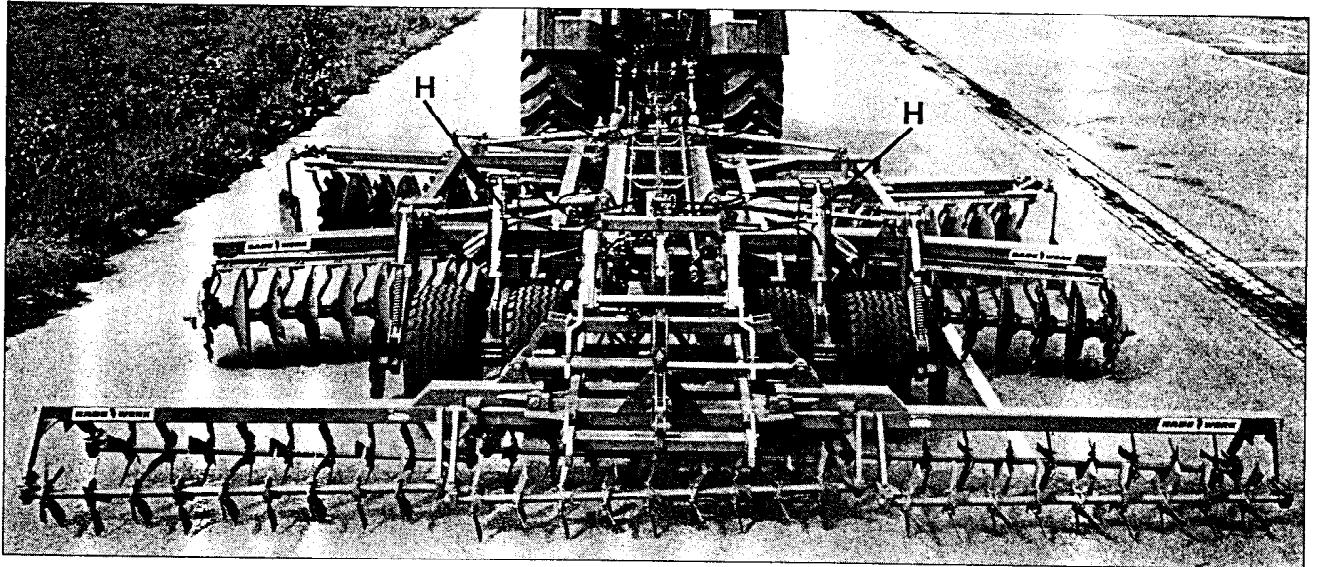
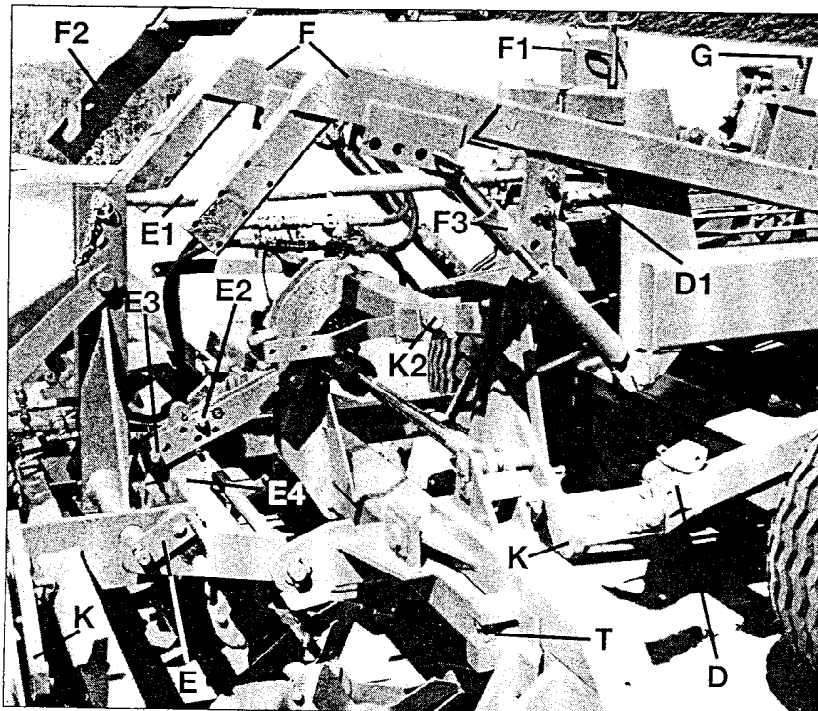
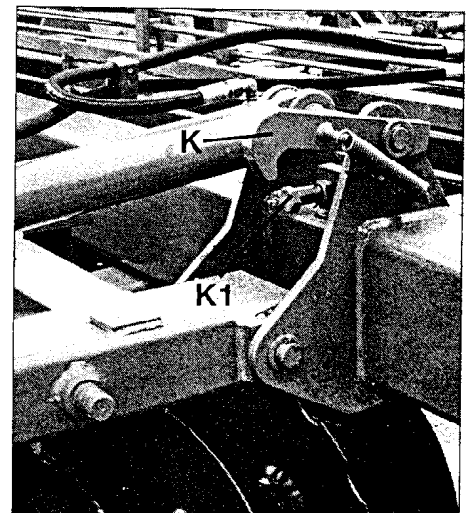
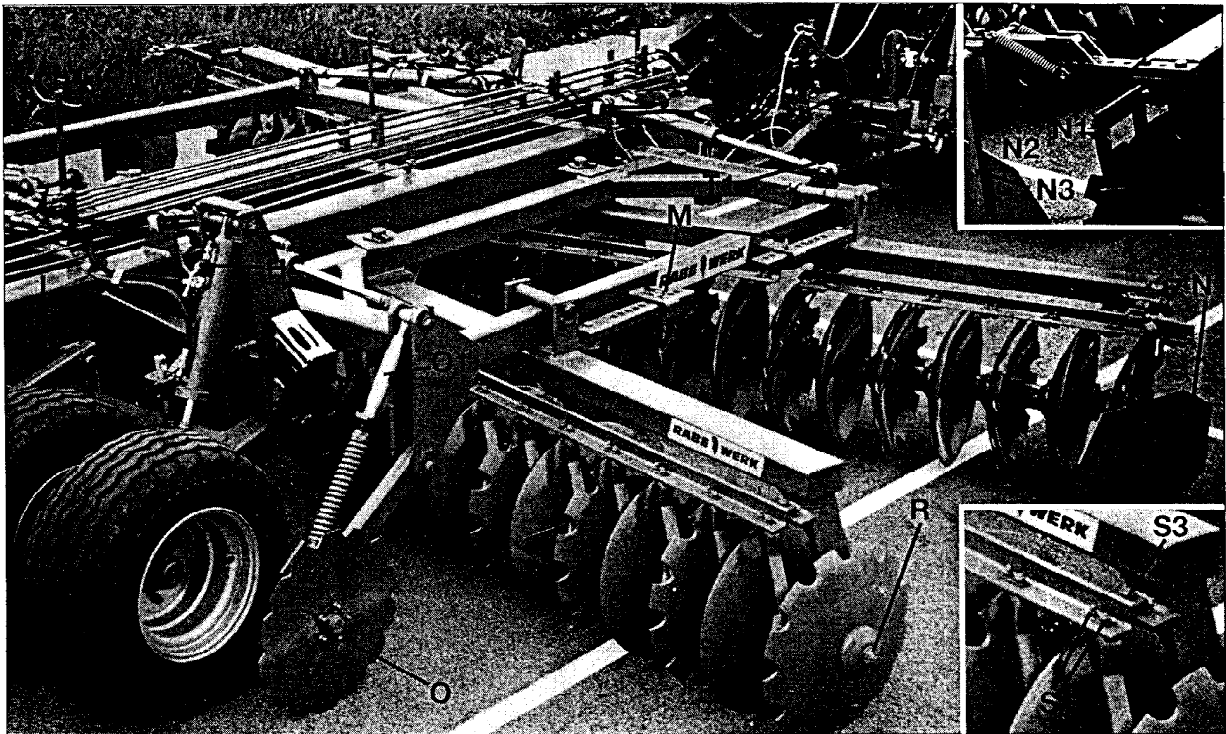

Fig. 1
Fig. 2
Fig. 5
Fig. 6
Relever le pulvérisateur (bâti horizontal): la hauteur du rotoculteur ou rouleau est réglable en **G** (fig. 2+8). Fermer les deux robinets **H** (fig. 1+8).
Relever les béquilles (**A**, fig. 3). Replier les extensions après avoir basculé les crochets (**K**, fig. 5 + 2) en position verrouillage automatique. Contrôler le bon verrouillage (régler les vis de butée en conséquence **K1**, fig. 5 et **K2**, fig. 2)
Mettre l'interrupteur électrique dans la bonne position. Donner une légère impulsion hydraulique de repliage, basculer les verrous (**K**, fig. 5 par exemple).
Fermer les robinets (**H**, fig. 6 des 2 côtés et en bout de flexibles).
- a) pulvérisateur seul (fig. 6)
- b) ... avec rotoculteur double rangée (fig. 1)
Profondeur de travail: à l'avant avec relevage en contrôle de position ou mixte, à l'arrière avec butée réglable sur chariot (L, fig. 6: 2 côtés même longueur).
Intensité du travail: plus l'angle de coupe est important, plus le travail est intensif ; réglable avec barre à trous M (fig. 6 : 2 côtés même angle)
Tôles latérales (N, fig. 6): régler l'écartement (N1), l'angle (N2) et la hauteur (N3) selon le sol, la vitesse et la profondeur de travail afin d'éviter la projection latérale de la terre.
Coutres circulaires (O, fig. 6): régler la profondeur au tirant O1 - profondeur du coutre légèrement plus importante que les disques.
Les décroisseurs se laissent réajuster simultanément en avançant la cornière S2 (desserrer les vis S3 - voir également fig. 6)
Positionner le châssis à l'horizontale. Si la rangée avant de l'outil a tendance à ne plus tourner ou faire effet de "bull" dans la terre légère, alors il faut légèrement relever l'avant en rallongeant le tirant 3ème point (D1, fig. 2 + 7).
Si l'on ne souhaite pas de report de charge, il faut positionner la broche dans les perçages P de sorte à servir de butée pour éviter que le bâti d'adaptation (D, fig. 2) ne touche le châssis du pulvérisateur lorsque le rotoculteur ou rouleau passe par-dessus un gros obstacle.
Rotoculteur et rouleau polygone (Fig. 2)
Écrous à créneaux (R, fig. 6) - remettre la goupille de verrouillage.
Régler éventuellement les butées (par exemple: K1, fig. 5 - K2, fig. 2) pour un verrouillage sûr lors du repliage en position de transport. Régler la position horizontale des extensions dépliées au niveau des vis de butée pour le rotoculteur et rouleau (T, fig. 2 par exemple) et des rotules de vérin pour le pulvérisateur T1, fig. 6 - Contrer la rotule et vérifier la longueur suffisante du pas de vis).